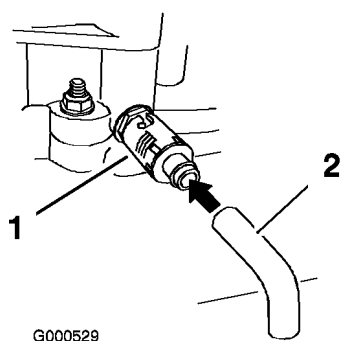

Figura 26
- Collocare una bacinella sotto il tubo di spurgo. Girate la valvola di spurgo dell'olio per lasciare defluire l'olio (Figura 26).
- Togliete il tappo di spurgo (Figura 26).